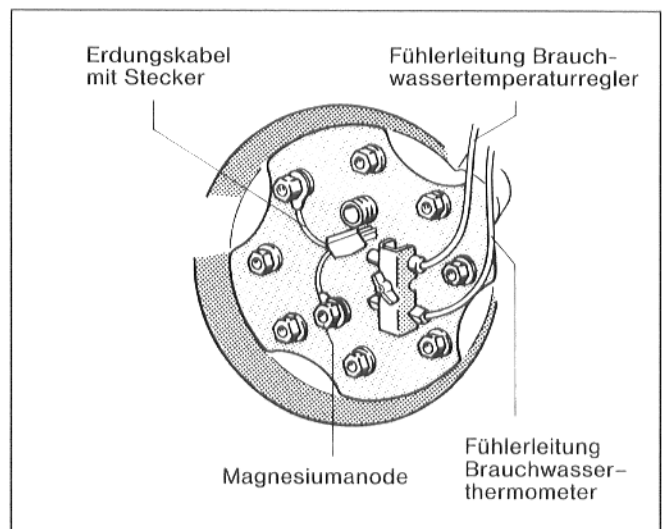

Abb. 14
- Öse des Erdungskabels einlegen und Sechskantschrauben eindrehen (Abb. 14).